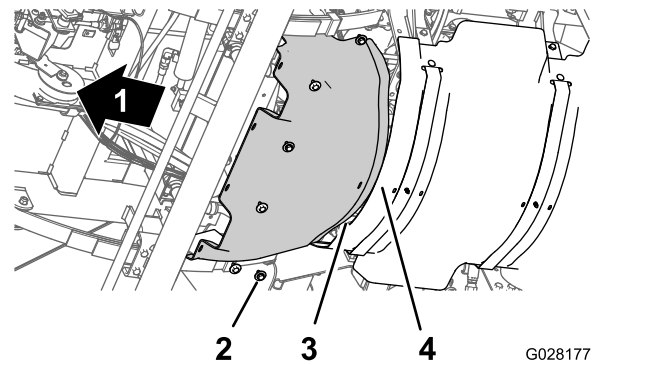

Figura 66
1. Alinhe a flange traseira da proteção térmica frontal por cima da flange dianteira da proteção térmica traseira (Figura 66).
2. Alinhe os orifícios da proteção térmica frontal com os orifícios roscados no chassis (Figura 66).
3. Monte a proteção térmica frontal na máquina com os 6 parafusos de cabeça hexagonal e as 6 anilhas (Figura 66) que retirou no passo 3 de Remoção da proteção térmica dianteira \(página 56\).